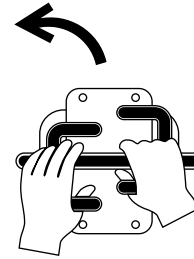

Bild 10
- Bewegen Sie den rechten Fahrtriebshebel nach vorne, um nach links zu fahren (Bild 10).